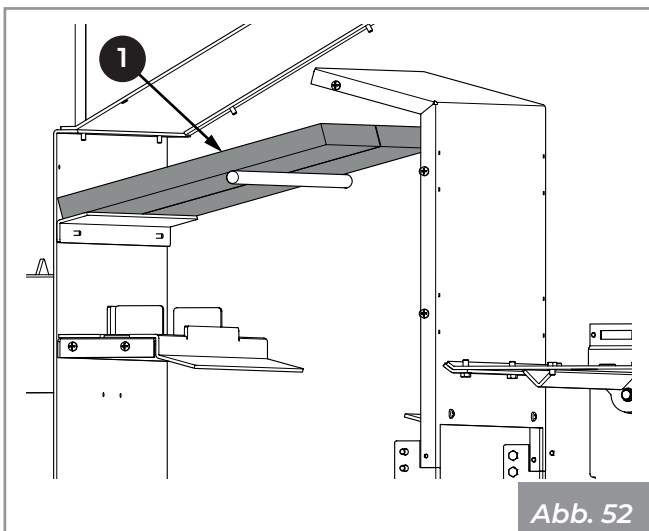

Abb. 52
- 7) Die Platten herausziehen und entfernen (1) (Abb. 52).